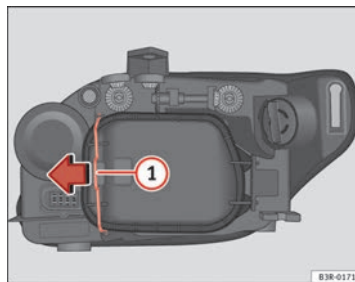

Abb. 195 Standlicht
- Den Spanner → Abb. 195 ① in Pfeilrichtung bewegen und den Deckel abnehmen, indem zuerst die Seite des Spanners und danach die beiden Laschen des anderen Endes des Deckels abgenommen werden.